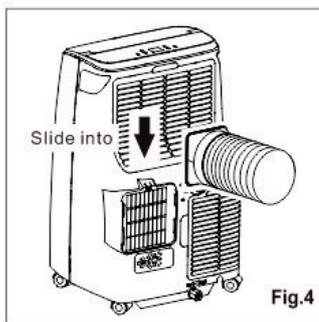

Fig.4
3. ติดตั้งท่อระบายอากาศเข้ากับตัวเครื่อง (รูป Fig.4)